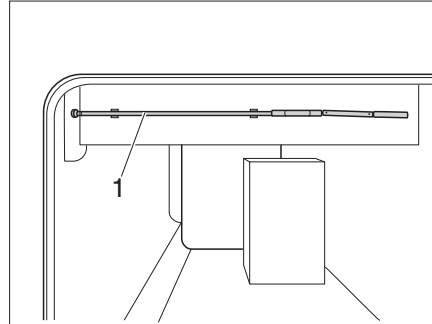

Fig. 149 Manivela para el ajuste de la altura
- Tomar la manivela (Fig. 149,1) fuera del soporte.